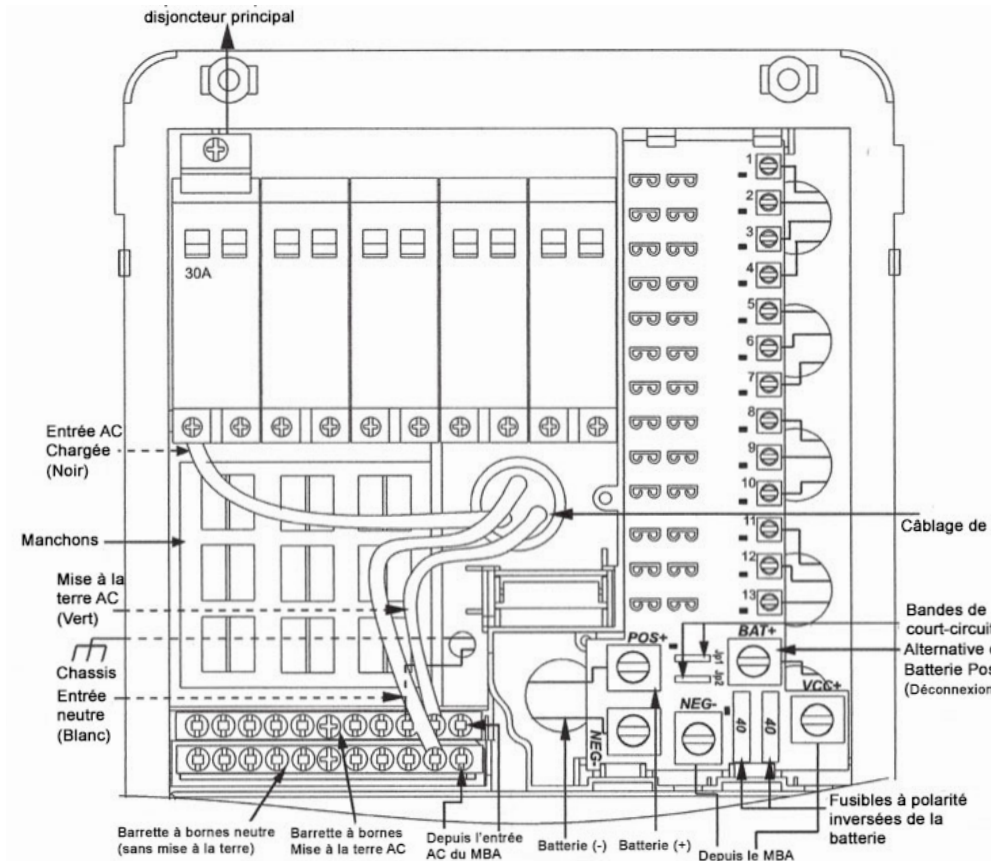

Figure 7
**** Assurez-vous qu'aucune source AC n'entre dans le VR à partir d'une alimentation externe ou une génératrice intégrée.** Déterminez la capacité requise de disjoncteurs selon la tension de charge que le Centre de Distribution de série WF-8500LiS alimentera. Vous pouvez utiliser soit des disjoncteurs uniques ou jumelés, ou une combinaison des deux. Nous recommandons que tous les disjoncteurs utilisés soient de la même marque. Lorsque vous utilisez le style duplex de disjoncteurs jumelés, un total de 10 peuvent être montés sur le Centre de Distribution de série WF-8500LiS, 1 disjoncteur principal et 9 disjoncteurs de dérivation. Se reporter aux tableaux des pages 5 et 6 pour une sélection de disjoncteurs approuvés. Le disjoncteur principal devrait être de 30 A et doit être installée dans la position la plus à gauche. Voir le schéma de câblage (figure 7) à la page 15. Un clip de sûreté est fourni pour maintenir le disjoncteur bien en place.